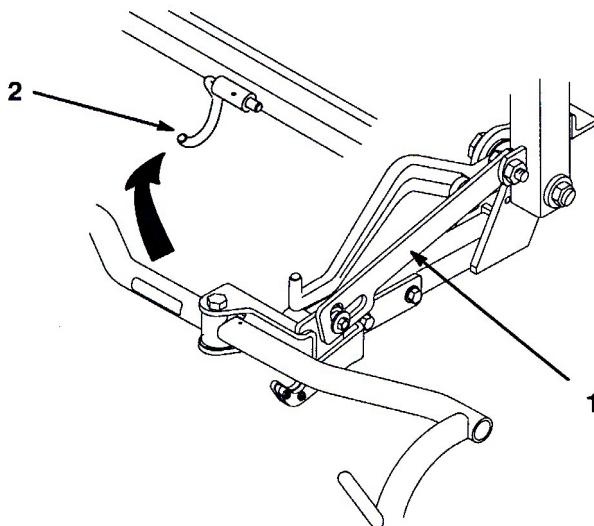

図18
- スロット付きリンクを持ち上げておいてプル・フレームをワイヤ・フックに引っ掛ける(図18)。